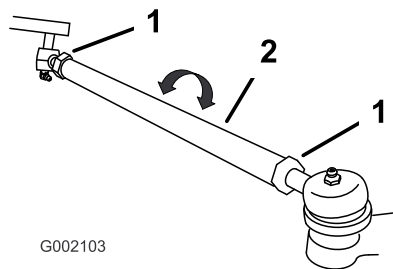

Figura 35
7. Se a medição obtida não se situar entre 0 e 6 mm, desaperte as porcas de retenção nas extremidades das barras (Figura 35).